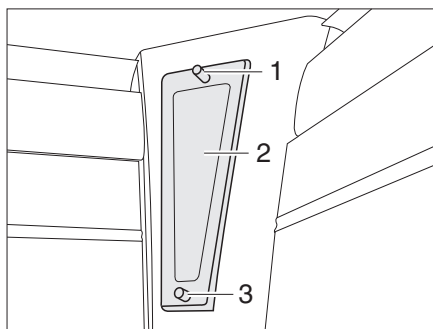

Fig. 181 Iluminación indirecta
- Desenroscar los tornillos de fijación (Fig. 181,1) del panel (Fig. 181,2).